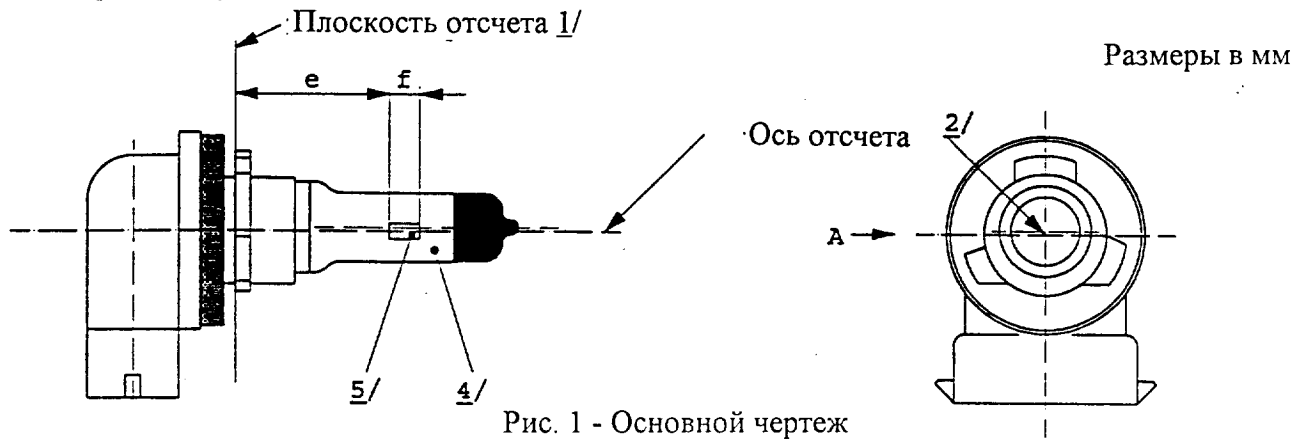

Рис. 1 - Основной чертеж
- 12/ Эксцентриситет измеряется только в направлениях визирования А и В, указанных на рис. 1 в спецификации Н9/1. Точками, между которыми должны производиться измерения, являются точки, в которых проекция наружной части конечных витков, наиболее близкая или наиболее удаленная от плоскости отчета, пересекает ось нити накала.
Расположение нити накала контролируется только в направлениях А и В, как показано на рис. 1 в спецификации Н9/1.
- 8/ Конструкция внутренней части лампы должна быть такой, чтобы паразитные зеркальные изображения и световые отражения находились только над самой нитью накала, видимой в горизонтальном направлении (вид в направлении А, как показано на рис. 1 в спецификации H11/1).
- 9/ Смещение нити накала относительно оси отсчета измеряется только в направлениях визирования А и В, как показано на рис. 1 в спецификации H11/1. Точками измерения являются точки, в которых проекция наружной части конечных витков, наиболее близкая или наиболее удаленная от плоскости отсчета, пересекает ось нити накала.